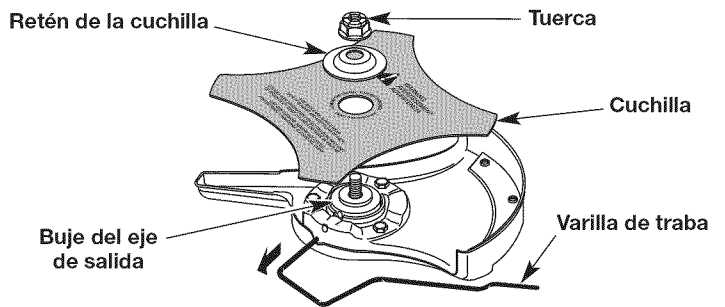
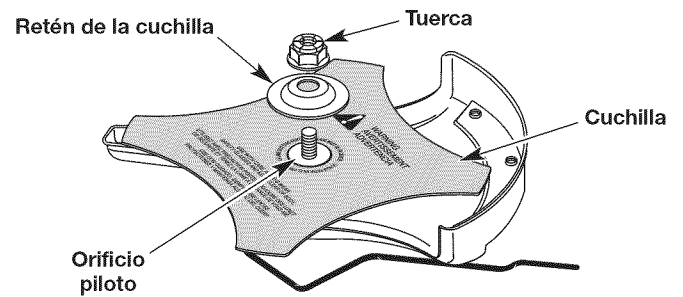

Fig. 18
Fig. 19
4. Quite la varilla de traba (Fig. 18).
5. Quite la tuerca, el retenedor de la hoja y la hoja (Fig. 18).
1. Coloque la cuchilla en el buje del eje de salida (Fig. 18). Asegúrese de que la cuchilla esté centrada en el paso del piloto (Fig. 19). La cuchilla debe asentarse de forma plana contra el buje del eje de salida.
4. Mientras esté sosteniendo la varilla de traba en su lugar, coloque el retén de la cuchilla y la tuerca en al eje de salida (Fig. 19).